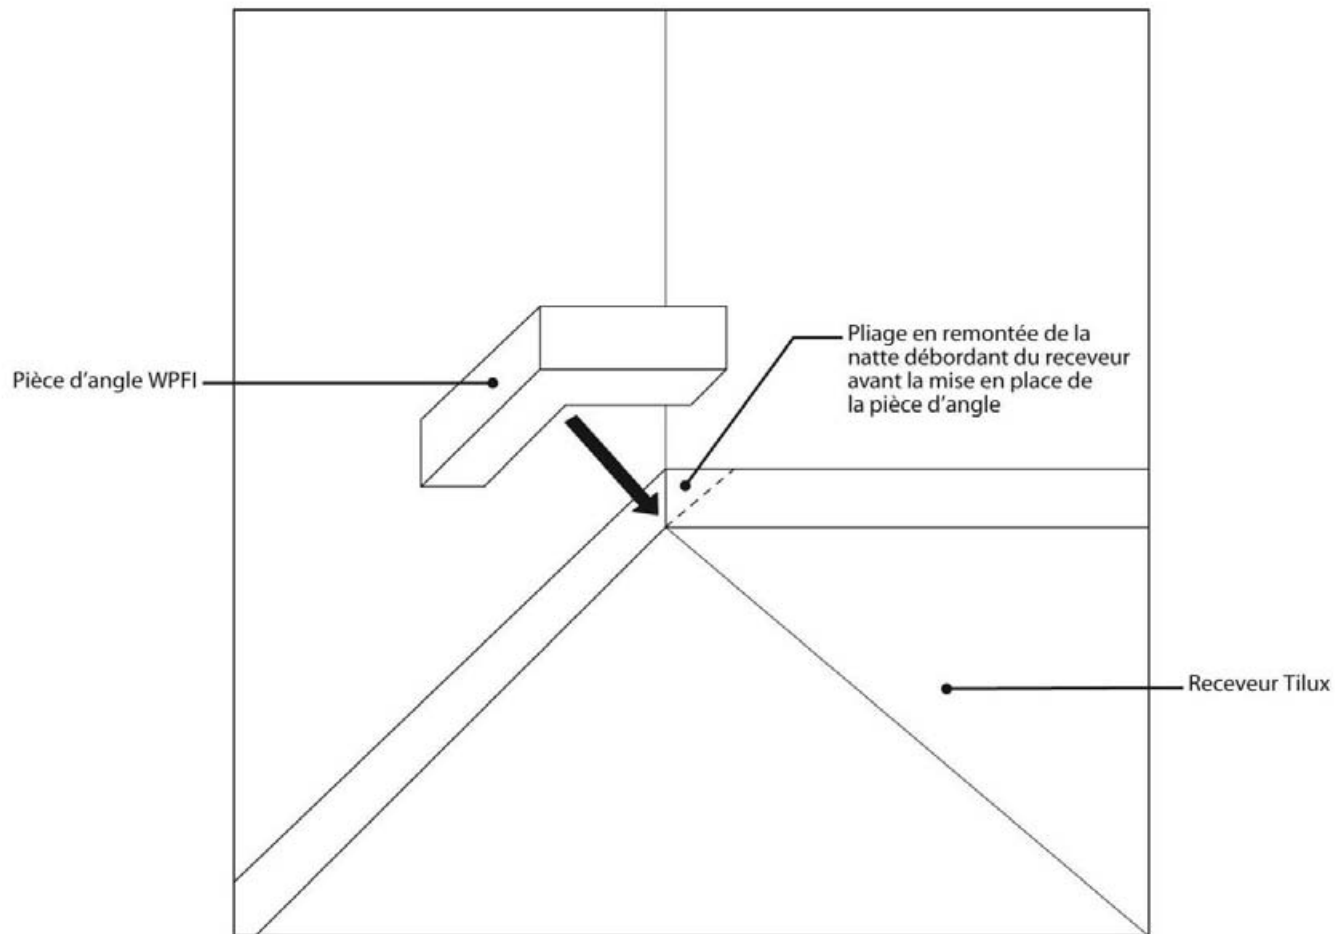

Figure 4 - Traitement de l'angle intérieur du receveur de douche TILUX
4.52 Traitement des angles (figures 4 et 5)